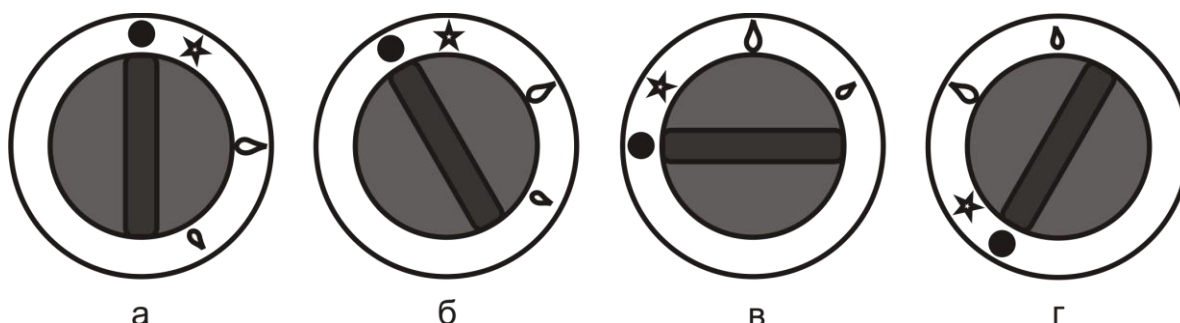

Рис.2. Соответствие положения ручки крана режиму работы горелок
- Убедитесь в том, что ручка крана находится в положении, соответствующем закрытому состоянию (рис.2а). Если кран находится в открытом состоянии, или в состоянии, соответствующем розжигу запальной горелки, переведите кран в закрытое состояние, слегка нажав на ручку крана и повернув ее по ходу часовой стрелки до упора.
После окончания работы с плитой необходимо перевести ручку крана в закрытое состояние (рис.2а) и закрыть кран газопровода.
- В исходном состоянии ручка крана находится в положении, соответствующем закрытому состоянию крана (рис.2а).
- Нажав на ручку крана до упора и, удерживая её в нажатом состоянии, поверните её против хода часовой стрелки в положение «розжиг запальной горелки» (рис. 2б). Через 3-5 секунд (**при первом пуске плиты, а также после каждой замены баллона СУГ – через 60 секунд**) поднесите источник огня к запальной горелке или нажмите на кнопку пьезорозжига (располагается сбоку от ручки управления). Если запальная горелка не зажглась, отпустите ручку крана и, при повторном нажатии, вновь поднесите источник огня к запальной горелке или нажмите кнопку пьезорозжига. После появления пламени в запальной горелке, удерживайте ручку крана в нажатом состоянии в течение 5-10 секунд до срабатывания предохранительного клапана, кнопку пьезорозжига при этом можно отпустить. Затем отпустите ручку управления и убедитесь, что запальная горелка горит. Если запальная горелка погасла, следует повторить процедуру розжига.
- При повороте ручки крана, с легким нажимом на нее, против хода часовой стрелки – кран открывается и осуществляется розжиг основной горелки. Положение крана в режиме «максимальное пламя» и «малое пламя» представлено на рис.2в и рис.2г, соответственно.
- При повороте ручки по ходу часовой стрелки в положение «розжиг запальной горелки» (рис.2б) – главная горелка гаснет, а запальная горелка остается зажженной (дежурный режим).
- Для выключения запальной горелки необходимо слегка нажать на ручку крана и повернуть ее по ходу часовой стрелки до упора (рис. 2а).
- Включите горелку и переведите ручку крана в режим «малое пламя» (рис.2г).
- Отверните винт 1 крепления цилиндра шибера (рис.2), сдвиньте цилиндр шибера 2 и отверните сопло ключом на 12.